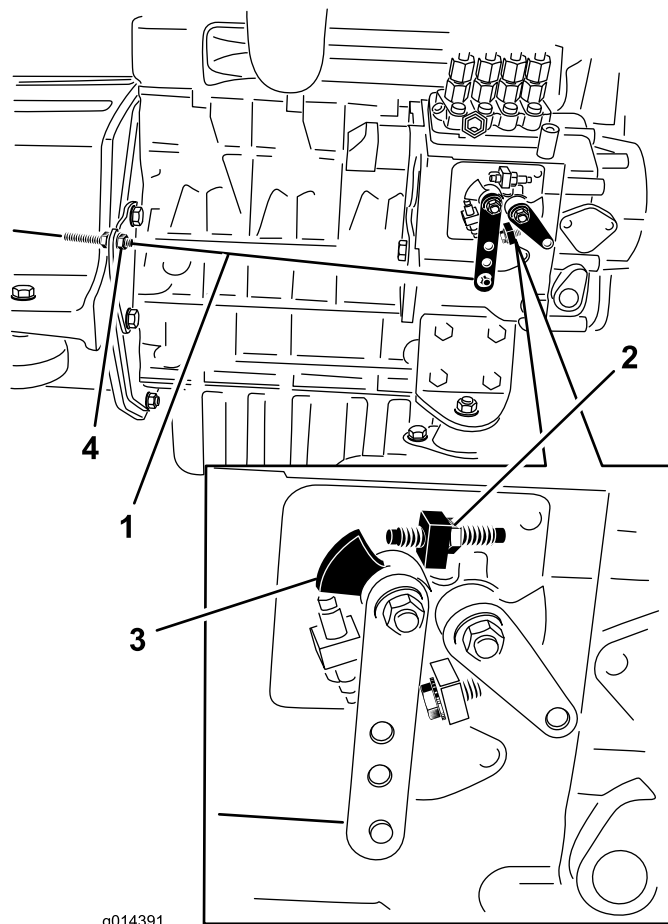

Figura 33
2. Compruebe la posición de la palanca de control de velocidad de la bomba de inyección de combustible del motor. La palanca de control de velocidad debe estar en contacto con el tornillo de alta velocidad cuando la palanca de control del acelerador está en la posición de Rápido (Figura 33).
3. Si es necesario, la posición de las contratueras del cable de control del acelerador puede ajustarse hasta que la palanca de control de velocidad entre en contacto con el tornillo de alta velocidad cuando la palanca de control del acelerador está en la posición de Rápido (Figura 33).